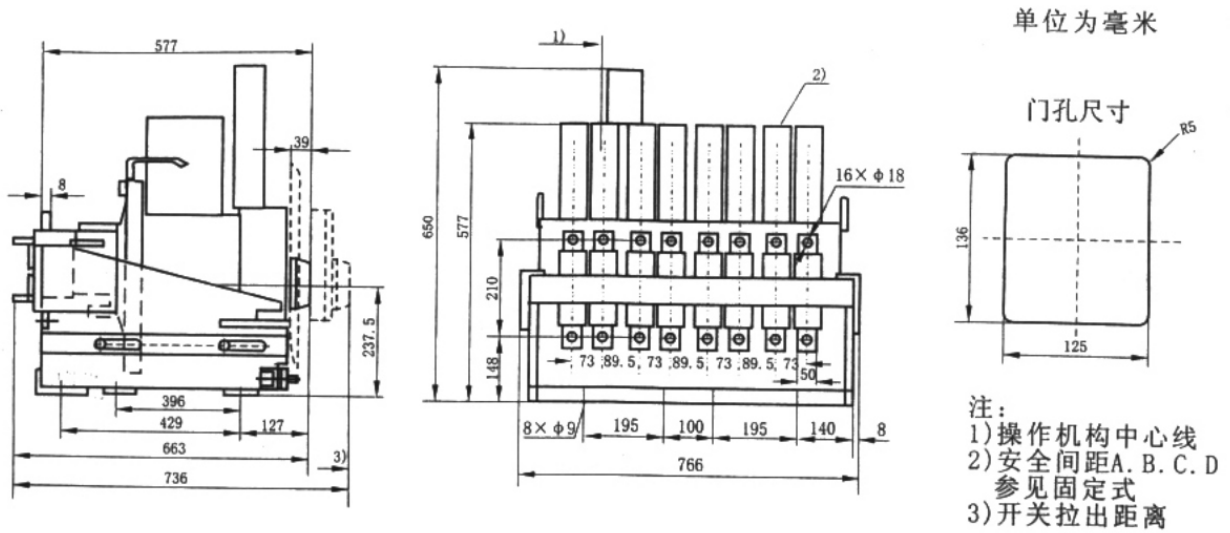

图32 RDW17-2000~2500四极抽屉式外形及安装尺寸
8.7.14 RDW17-2000~2500四极抽屉式断路器外形及安装尺寸见图32